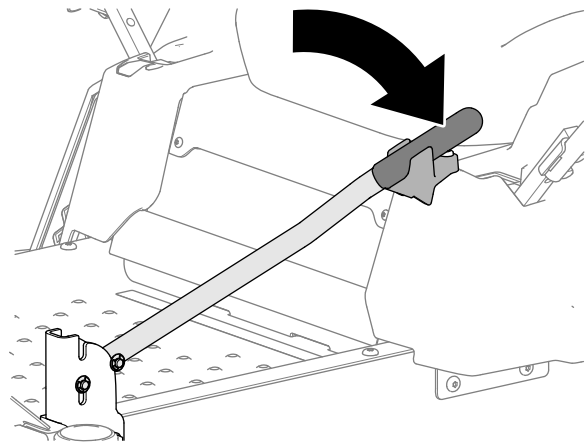

Bild 12
2. Klappen Sie den Stützgriff vollständig nach unten, wie in Bild 12 dargestellt.